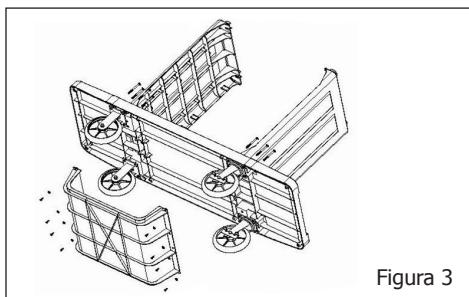

Figura 3
- Aparafuse o tabuleiro inferior na tábuas inferior com as peças E e L. (Figura 3).